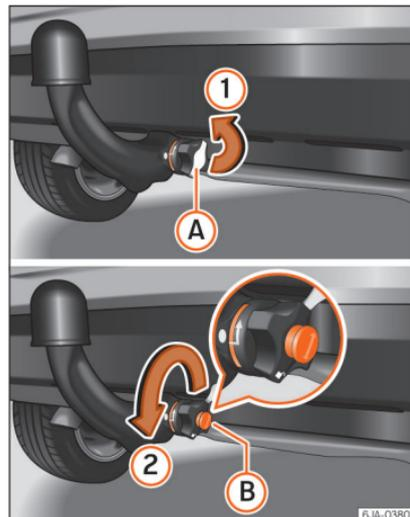

Abb. 239 Schlossabdeckung entfernen / Schloss mit Schlüssel öffnen
- Nehmen Sie die Abdeckung **(A)** in Pfeilrichtung **(1)** » » **Abb. 239** vom Schloss des Handrändelrads ab.